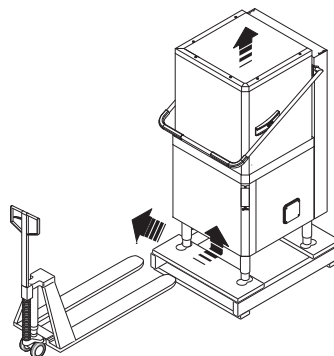

Figura 6 Posicionamiento de la máquina
- Levante el aparato con una carretilla elevadora, quite la base y colóquela en el lugar destinado (Figura 6).